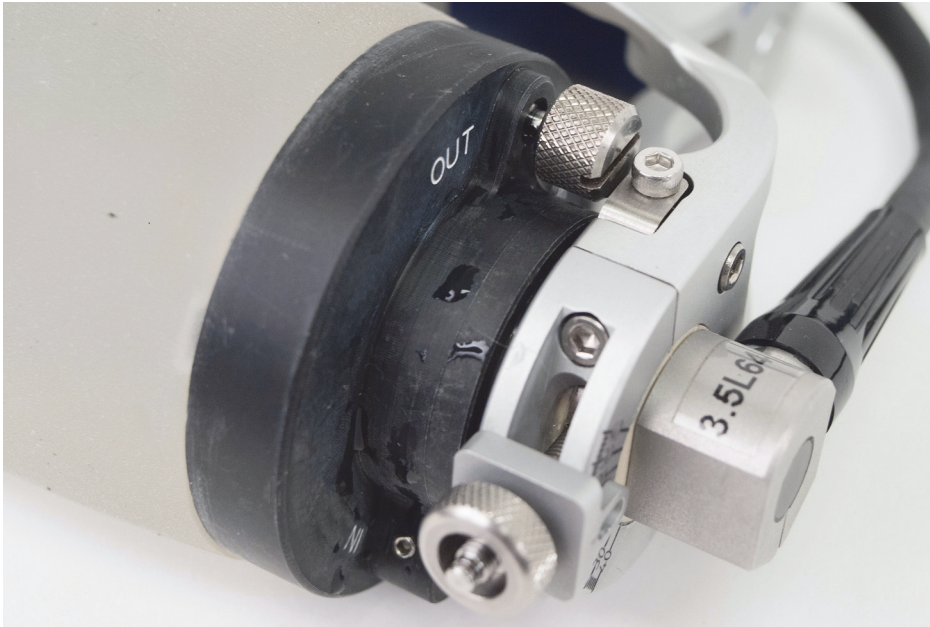

Figura 6-4 Localização da válvula OUT
1. Abra a válvula OUT desparafusando-a uma volta e meia (Figura 6-4 na página 84).